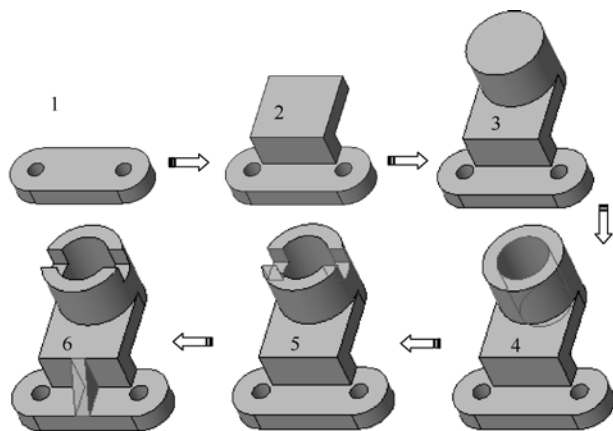

图 3-112 “叠加法”建模流程
- 就此零件，可以给出一个清晰的建模流程，如图 3-112 所示。